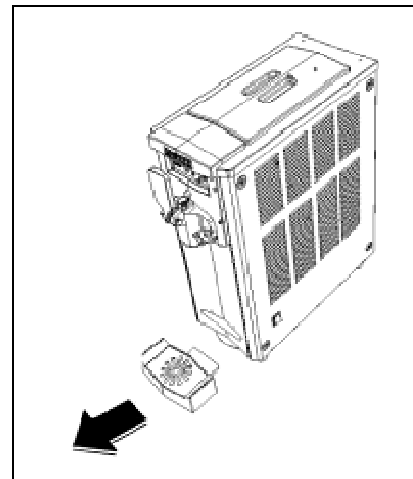

Abb. 13
- Die Tropfschale leicht nach außen ziehen (Abb.13), entfernen und sorgfältig mit heißem Wasser und Spülmittel reinigen.